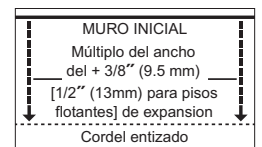

Figura 6
- Por lo menos en dos lugares, a menos de 18" (46 cm) desde la esquina, mida una distancia igual desde la pared inicial (Figura 6) y coloque un cordel entizado. La medida debe ser un múltiplo del ancho del piso más 3/8" (9.5 mm) adicionales para permitir un espacio de expansión de 1/4" (6 mm) y el ancho de la lengüeta. Deje 1/2" (13 mm) de expansión cuando instale pisos flotantes. múltiplo del ancho Continúe con el Paso 3: Encolados o Flotantes.